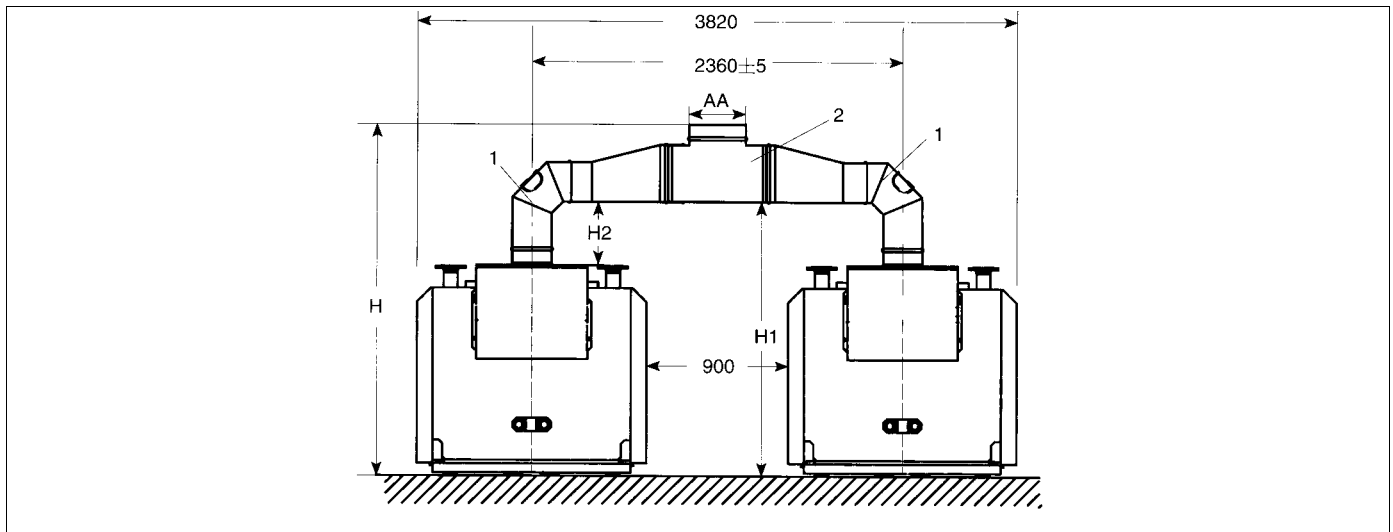
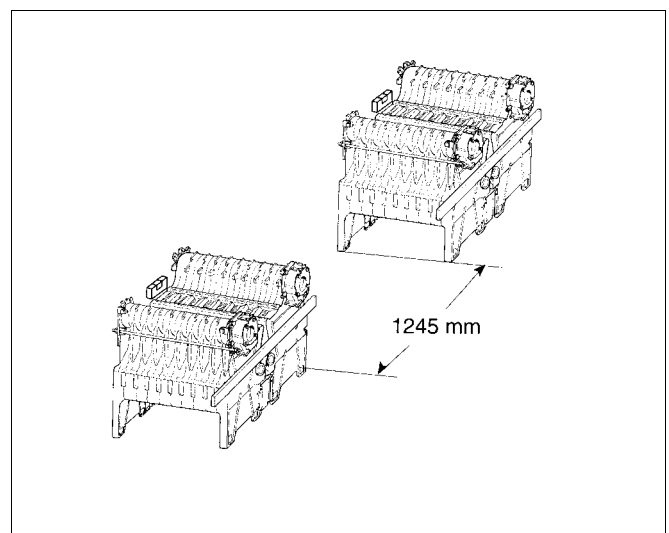

Fig. 74 Logano GE434-installation double (dimensions en mm)
Fig. 75 Distance entre les pieds des éléments d'extrémité
Les deux chaudières Logano GE434 sont placées à une distance de 900 mm (fig. 74). Nous conseillons de placer la deuxième chaudière à une distance de 1245 mm (distance entre les pieds des éléments d'extrémité, fig. 75), après avoir monté la première chaudière, mais avant de placer l'habillage de celle-ci.
Pour le montage du collecteur de fumées, les différentes pièces doivent être assemblées (fig. 74).
Le **Té de raccordement** (fig. 74, **pos. 2**) peut être tourné jusque **90 °C** en avant ou en arrière.
A partir du Té de raccordement (fig. 74, **pos. 2**) le tuyau des fumées doit être soutenu.